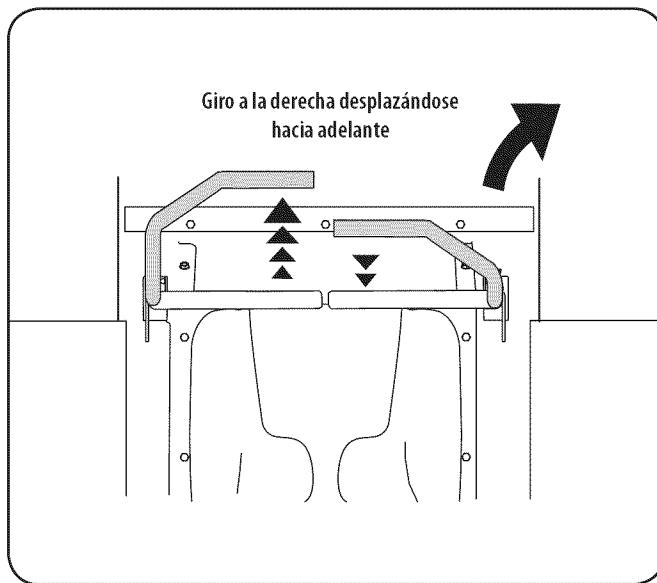

Figura 13
- Para girar a la derecha, mueva la palanca de control del lado derecho hacia atrás respecto de la palanca izquierda. Vea la Figura 13.